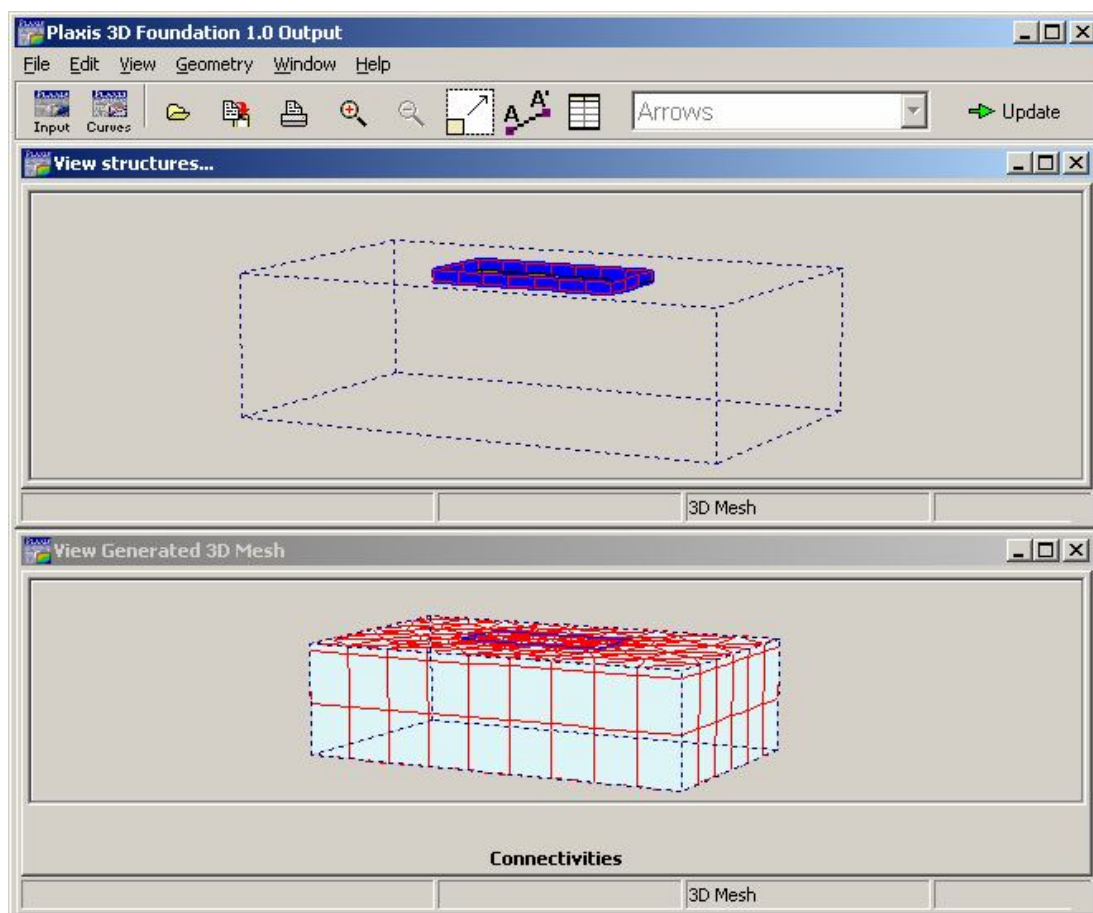

Рисунок 2.16 – Трехмерная сетка в окне *Output (Вывод данных)*
- Щелкните на панели инструментов по кнопке *Generate 3D Mesh* (*Построить 3D сетку*) или выберите опцию *Generate 3D mesh* в меню *Mesh (Сетка)*. Программа запустит процедуру построения трехмерной сетки и выведет ее в окне *Output (Вывод данных)*. Для уменьшения размера элементов в направлении оси *y* между рабочими плоскостями с координатами – 2 м и –28 м автоматически вводится дополнительный уровень. Трехмерная сетка и различные конструктивные элементы показаны в двух разных окнах. Клавиши клавиатуры со стрелками позволяют пользователю поворачивать модель так, чтобы можно было ее просмотреть с любого направления (см. рис. 2.16).
Совет. Если расстояние между двумя соседними рабочими плоскостями значительно превышает средний размер (двухмерного) элемента, то во получения плохо обусловленных элементов в процессе создания трехмерной сетки будут автоматически сгенерированы промежуточные уровни элементов (см. рис. 2.16).